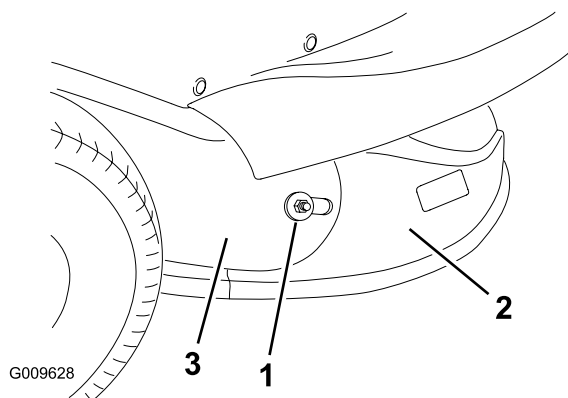

Figure 2
3. Glissez l'éjecteur arrière derrière le tube d'éjection (Figure 2).